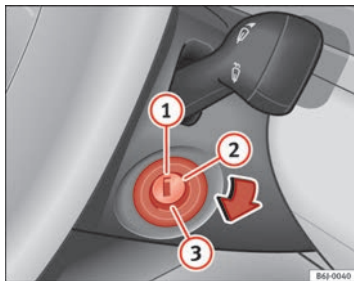

Fig. 110 Posizioni della chiave di accensione
In questa posizione ⇒ **fig. 110** sia il motore che il quadro sono spenti e si può inserire il bloccasterzo.
- Girare la chiave fino alla posizione ⇒ fig. 110 ②. La spia  si accenderà nel caso di preincandescenza del motore.
- Quando la spia si spegne, mettere in moto girando la chiave nella posizione ③, senza dare gas.
- Girare la chiave fino alla posizione ⇒ fig. 110 ①.